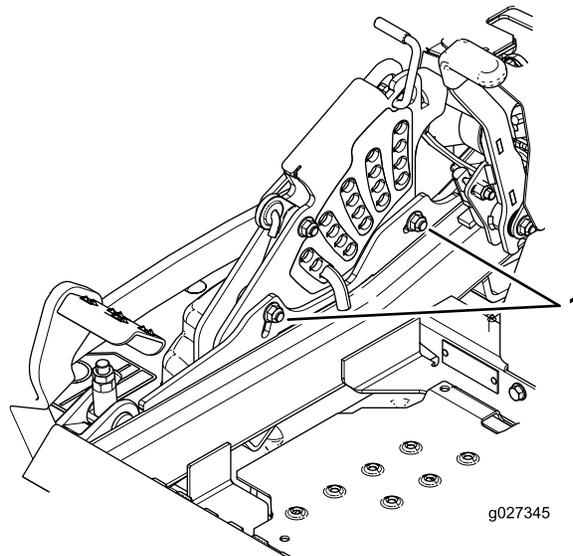

Figura 92
12. Para ajustar el sistema de ajuste de un solo punto, afloje los 2 pernos situados cerca del borde inferior de la pletina de altura de corte (Figura 92).